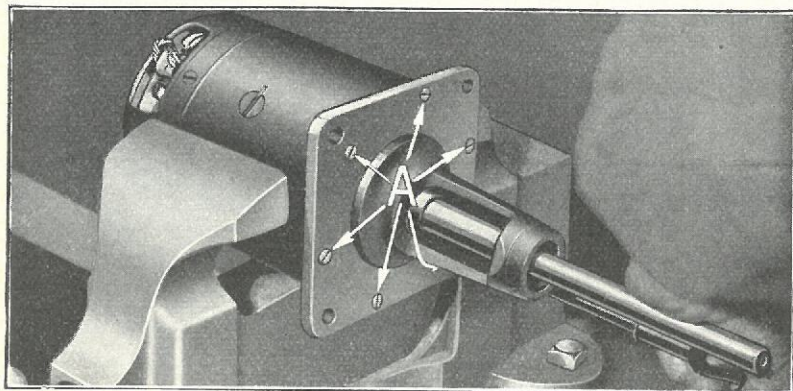
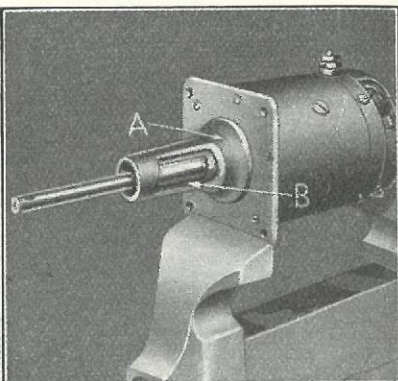

Fig. 487
Fig. 496
- 956** Skru de seks Befæstigelsesskruer i Bundstykket med Styrebøsningen ud (Fig. 487-A).
- 974** Indsæt Ankeret i Magnetstellet, anbring Bundstykket »A« med Styrebøsning over Enden af Akslen paa Magnetstellet. Bundstykket paasættes med Aabningen »B« tilhøjre, naar man staar med Ansigtet mod Motoren, som vist i Fig. 496. Spænd de seks Befæstigelsesskruer i og sikrer dem med Fjederskiver (Fig. 487). Tryk Børsterne ned i Børsteholderne og anbring Børsteholderfjedre over Børsterne.